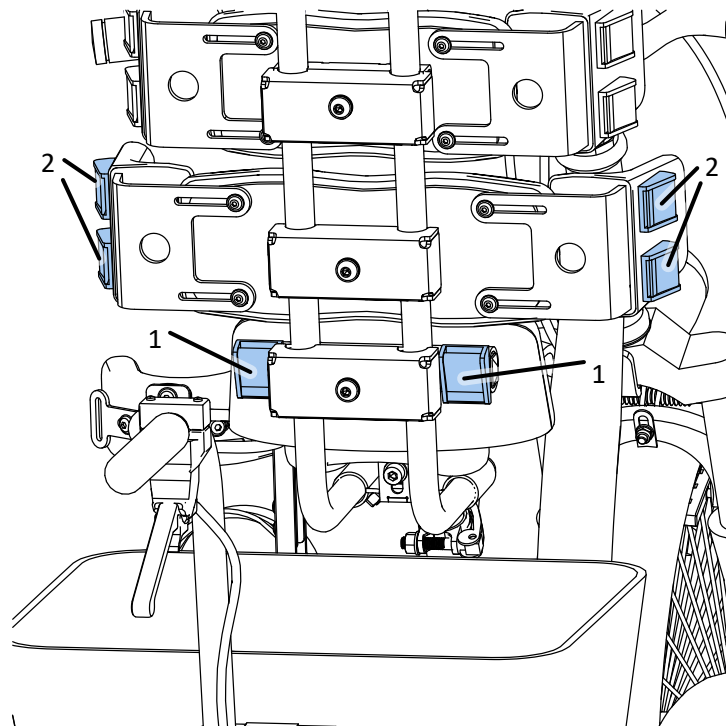

Abb. 28
Der Hüftgurt wird mit Riemen an den Schnallen (1) des Universalhalters und an den Schnallen (2) der Pelloten befestigt. Er soll sicherstellen, dass die Lenden und das Steißbein die Rückenstütze berühren. Dadurch wird der untere Rücken gestützt. Abb. 28